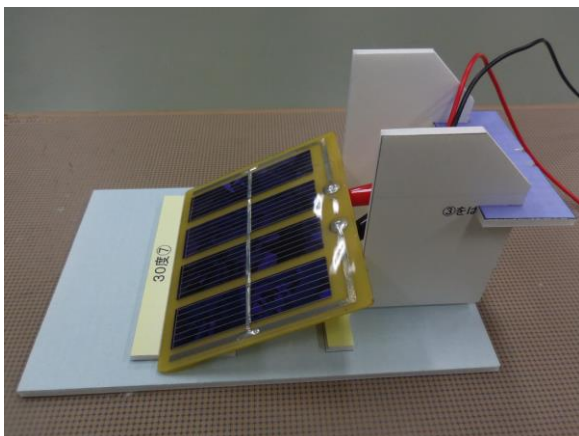
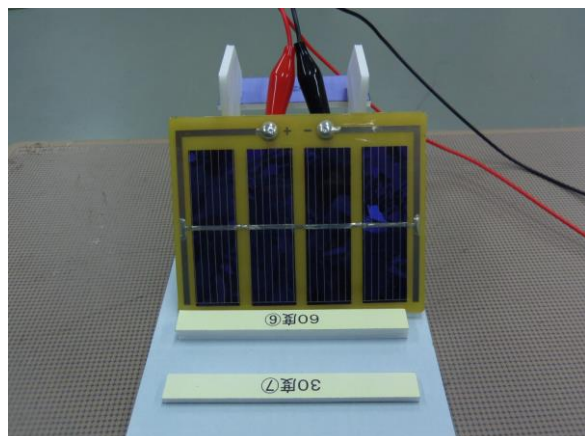

図 18: 太陽電池が 30 度の時の置き方
図 17: 太陽電池が 60 度の時の置き方
10. 太陽電池が 60 度(図 17 参照)と 30 度(図 18 参照)の時の置き方です。